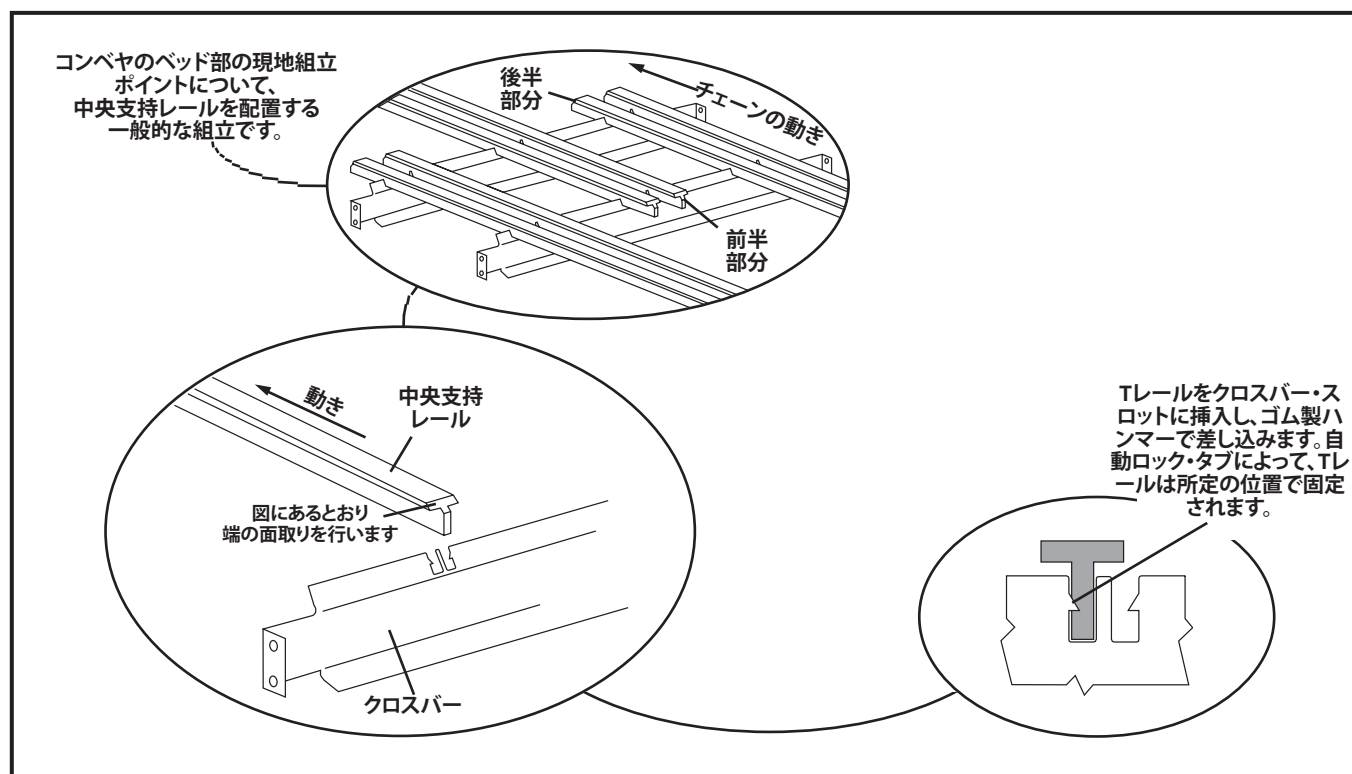
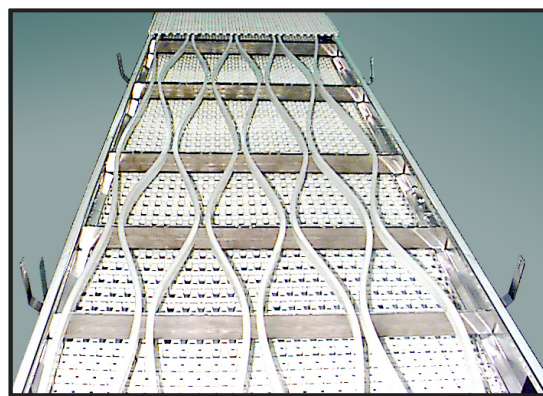

図8: 中央支持レール組立の全体
図9: 中央支持レール典型レイアウト
ベッド部のボルト固定を終えたら、中央支持レールの取り付けが可能となります。中央支持レール(Tレール)は、製品ゾーン(図8)の上部チェーンについて支持として機能し、製品の荷重によるチェーンのたわみを予防します。メモ:原則として、幅13.21インチ(335.60 mm)未満のMonoSpan®コンベヤおよびMultiSpan®コンベヤは、中央支持レールは不要となっています。
- ゴム製ハンマーを使用して、Tレールをたたき、クロスバー・スロットにきちんと差し込みます。自動ロック・タブによって、Tレールは所定の位置で固定されます(図8参照)。
- すべての隣り合ったTレールについて上記のステップを繰り返し、コンベヤの全長に沿ってレールが「波形」のパターンとなるようにします(図9)。
中央支持レールは、特定の場所での摩耗を避けるため、コンベヤの全長について左右に「蛇行」させます(図9)。レールの後半部分は、次のレールの先端よりも長く(図8に示すとおり)しておき、支持が途切れないようにします。一般的に、MaxiSpan®コンベヤではチェーンのセンター・リンクのそれぞれの下に、1本の中央支持レールが編み込まれます。MultiSpan®コンベヤでは、具体的なチェーンのパターンに応じて異なった中央支持レールの本数が必要となります。お客様のシステムに関する中央支持レールの本数は、ご購入時点で決定されており、図面に記載されています。
中央支持レールを切断しトリミングする必要がある場合、後半部分を固定して、切断予定位置をマーキングします(図8を参照)。剪定ばさみを使用して、マーキングした部分で中央支持レールを切断します。上記で説明・記載したとおり、レールの端の面取りを行ない、これを取り付けます。